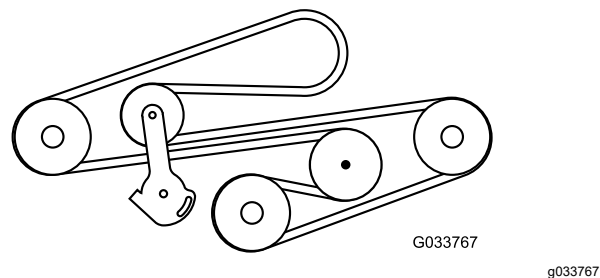

Bild 72
9. Bringen Sie den Riemen an und verlegen in, wie in Bild 72 abgebildet.